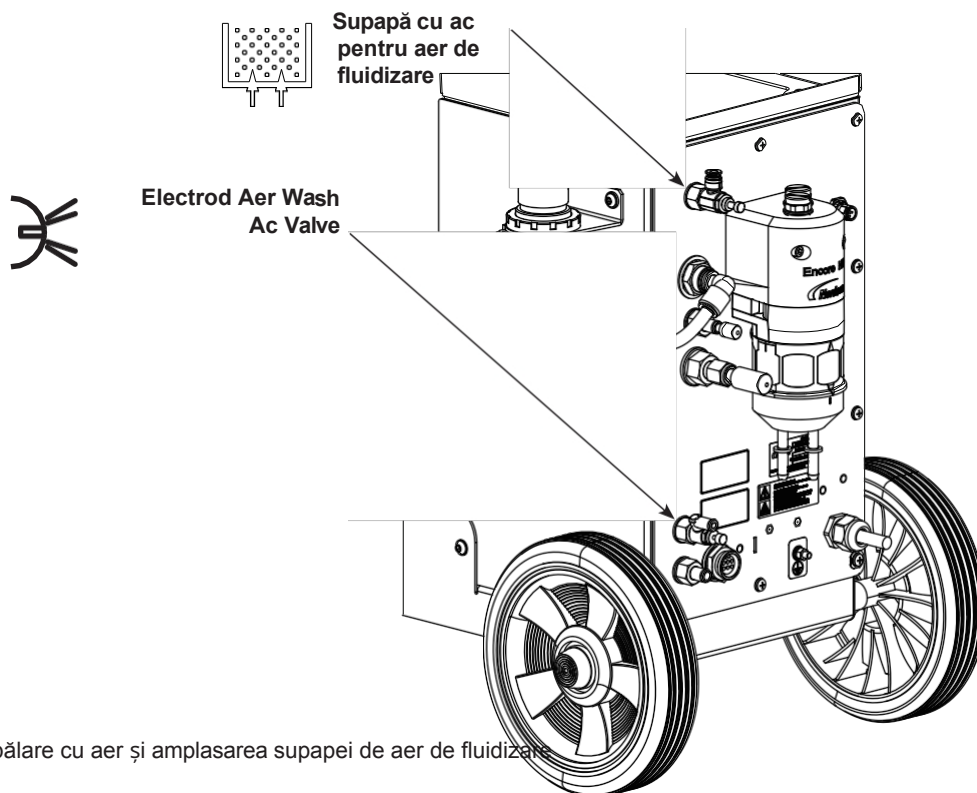

Figura 4-2 Electrod Spălare cu aer și amplasarea supapei de aer de fluidizare
A se vedea figura 4-2.
A se vedea figura 4-2. Aerul de spălare a electrodului spală continuu electrodul pistolului de pulverizare pentru a preveni acumularea prafului pe acesta. Aerul de spălare a electrodului se activează și se dezactivează automat atunci când pistolul de pulverizare este activat și dezactivat.
- a. A se vedea figura 4-2. Reglați aerul de fluidizare  astfel încât pulberea din jurul tubului de preluare să fie fluidizată fără a sufla pulberea în afara cutiei. Declanșarea pistolului de pulverizare pornește motorul vibratorului. În funcție de setarea funcției motorului vibratorului, motorul o va face:
- a. A se vedea figura 4-2. Utilizați supapa cu ac a aerului de fluidizare  pentru a regla presiunea aerului de fluidizare astfel încât presiunea să fie suficientă pentru ca pulberea din buncăr să "fiarbă" ușor. Aerul de fluidizare face ca pulberea să crească în volum.